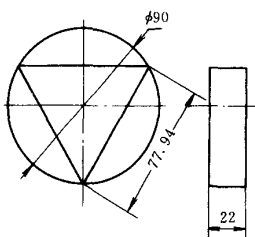

图 1
(1) 正三棱坯料如图 1 所示,比其第二种方案节约材料 1.18kg,材料利用率达到 72.5%,大大降低了材料消耗。